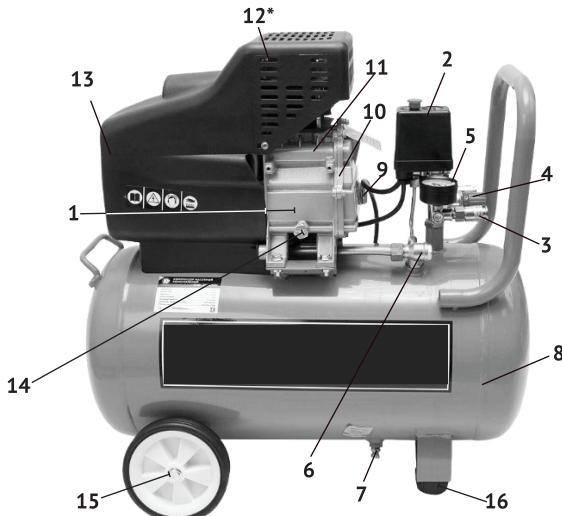
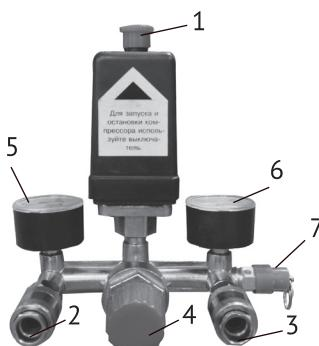

рис. 1
рис. 3
4.1 Общий вид компрессора схематично представлен на рис.1
4.2 Картер компрессорной группы (рис.1 поз.1) с двигателем закреплены на металлическом корпусе ресивера (рис.1 поз.8). Двигатель закрыт пластиковым кожухом (рис.1 поз.13). Вращение якоря двигателя преобразуется кривошипно-шатунным механизмом в возвратно-поступательное движение поршня. Сжатый воздух из выпускного клапана цилиндра подаётся в ресивер. При подключении к быстроразъёмным выходным штуцерам (рис.1 поз.3) коллектора пневмоинструмента, сжатый воздух подаётся к инструменту. Выходное давление в штуцерах регулируется редуктором (рис.1 поз.4) и контролируется манометрами.
При подключении компрессора к сети питания, убедитесь что, выключатель реле давления (рис.3 поз.1) находится в позиции «Выкл», положение «Нажато». Запустите компрессор, переведя выключатель в позицию «Вкл», положение «Отжато». Для обеспечения хорошей работы компрессора при первом запуске рекомендуется оставить компрессор работающим в течение 5 - 8 минут с полностью открытыми выходными штуцерами (рис.3 поз.2,3) и редуктором (рис.3 поз.4), после чего откройте вентиль слива конденсата (рис.1 поз.7), находящийся снизу ресивера и слейте конденсат. После первых 5-ти часов работы компрессора проверьте крепление винтов головки цилиндра и кожуха двигателя (рис.1 поз.13).
При полностью открытом редукторе (рис.3 поз.4), в выходные штуцера (рис.3 поз.2 и 3) подаётся давление из ресивера. Оба манометра (рис.3 поз.5 и 6) показывают давление в ресивере. Выходное давление в штуцере (рис.3 поз.2) регулируется редуктором (рис.3 поз.4) и контролируется манометром (рис.3 поз.5).
Так же компрессор оснашён предохранительным клапаном (рис.3 поз.7) для ограничения максимального давления в ресивере.
7.3 По окончании работы полностью сбросьте давление, открыв выходные штуцера (рис.3 поз.2 и 3).
- открутить пробку маслозаливной горловины (рис.1 поз.10);
- открутить пробку-болт маслосливного отверстия (рис.1 поз.14);
- через воронку залить новое масло, контролируя уровень через окно (рис.1 поз.9);